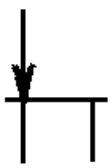
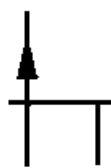
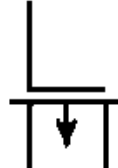

Рис.1
рис.2
рис.3
1.	<p>Указать статические выходные характеристики транзистора в схеме с ОБ</p> <p>Рис.1 Рис.2 Рис.3 Рис.4</p>
2.	<p>Указать условное графическое изображение динодистора</p> <p>Рис.1 Рис.2 Рис.3 Рис.4</p>
1.	<p>Указать статические входные характеристики в схеме с ОЭ</p> <div style="display: flex; justify-content: space-around; align-items: flex-end;"> <div style="text-align: center;">  <p>Рис.1</p> </div> <div style="text-align: center;">  <p>Рис.2</p> </div> <div style="text-align: center;">  <p>Рис.3</p> </div> <div style="text-align: center;">  <p>Рис.4</p> </div> </div>
2.	<p>Указать условное графическое изображение варикапа</p> <div style="display: flex; justify-content: space-around; align-items: flex-end;"> <div style="text-align: center;">  <p>Рис.1</p> </div> <div style="text-align: center;">  <p>Рис.2</p> </div> <div style="text-align: center;">  <p>Рис.3</p> </div> <div style="text-align: center;">  <p>Рис.4</p> </div> </div>
7.	<p>Указать условное обозначение MD17- транзистора со встроенным каналом p-типа</p> <div style="display: flex; justify-content: space-around; align-items: center;"> <div style="text-align: center;">  <p>Рис.1</p> </div> <div style="text-align: center;">  <p>рис.2</p> </div> <div style="text-align: center;">  <p>рис.3</p> </div> <div style="text-align: center;">  <p>рис.4</p> </div> </div>
3.	<p>Указать условное обозначение МДП-транзистора с индуцированным каналом p-типа.</p> <div style="display: flex; justify-content: space-around; align-items: center;"> <div style="text-align: center;">  <p>Рис.1</p> </div> <div style="text-align: center;">  <p>рис.2</p> </div> <div style="text-align: center;">  <p>рис.3</p> </div> <div style="text-align: center;">  <p>рис.4</p> </div> </div>
7.	<p>Указать условное графическое обозначение тринистора с управлением по аноду</p>  <p>Рис.1 Рис.2 Рис.3 Рис.4</p>
8	<p>Указать статические выходные характеристики транзистора в схеме с ОЭ</p>  <p>Рис.1 Рис.2 Рис.3 Рис.4</p>
3.	<p>Указать условное графическое обозначение обращённого диода</p> <div style="display: flex; justify-content: space-around; align-items: center;"> <div style="text-align: center;">  <p>Рис.1</p> </div> <div style="text-align: center;">  <p>Рис.2</p> </div> <div style="text-align: center;">  <p>Рис.3</p> </div> <div style="text-align: center;">  <p>Рис.4</p> </div> </div>